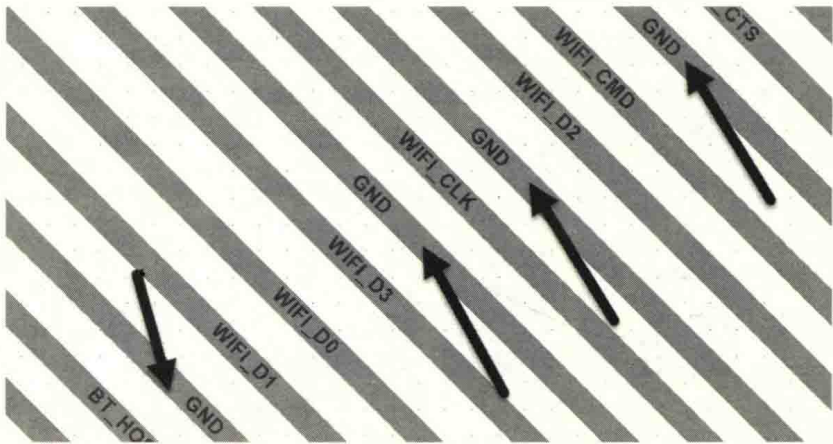

图 14-46 SDIO 走线处理
(7) SDIO 走线作为数据传输走线，需尽可能平行，并进行整组包地处理。如果有空间的话，CLK 建议单独包地。需避免靠近电源或高速信号布线。同时，信号组内任意两条信号线的长度误差控制在 400mil 以内，尽量等长，否则会导致 SDIO3.0，高速模式下频率跑不高。SDIO 走线处理如图 14-46 所示。